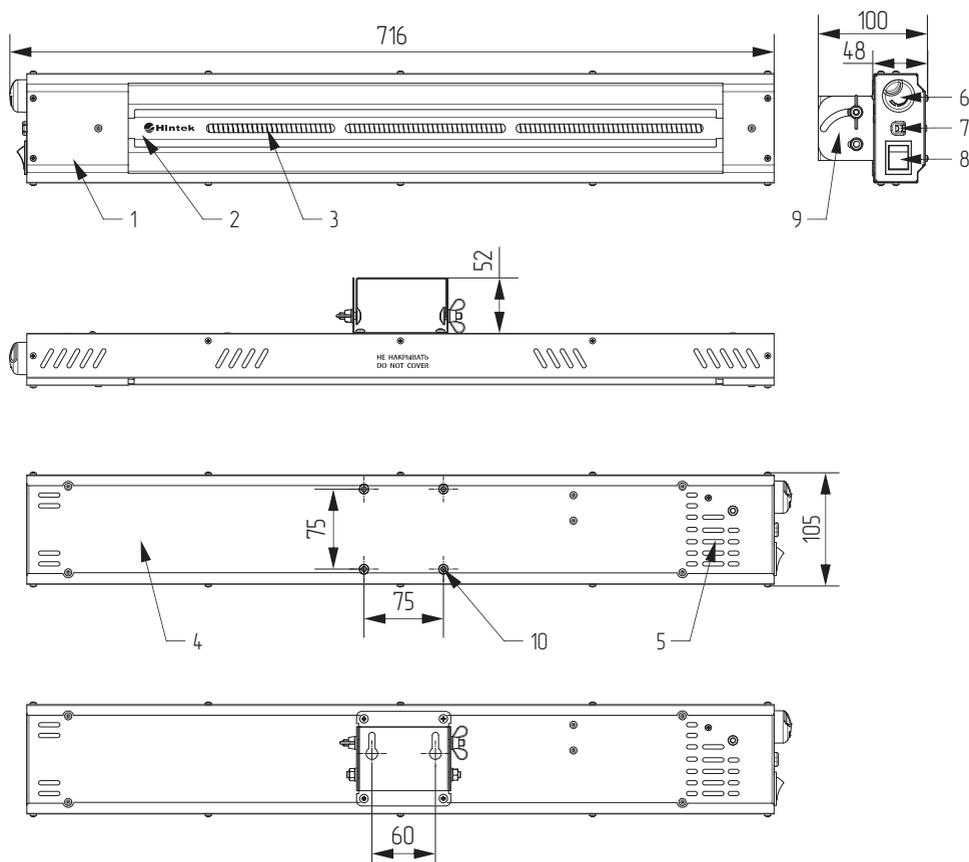

Рисунок 1.
5.1. Обогреватель (см. рис. 1, 2) представляет собой металлический корпус, состоящий из передней панели (1), защитной решётки (2) и задней панели (4). Внутри корпуса на шасси расположен нагревательный элемент (3) – трубка из кварцевого стекла, внутри которой расположена нагревательная спираль. За нагревательным элементом имеется отражающий экран. На боковой поверхности корпуса расположены ручка регулятора мощности (6), рокерный переключатель (клавишный выключатель) с подсветкой (8) и выход шнура питания (7).
6.6. На стене с помощью уровня и рулетки (линейки) следует разметить отверстия для монтажа обогревателя. Размеры для разметки приведены на рис. 1, 2.